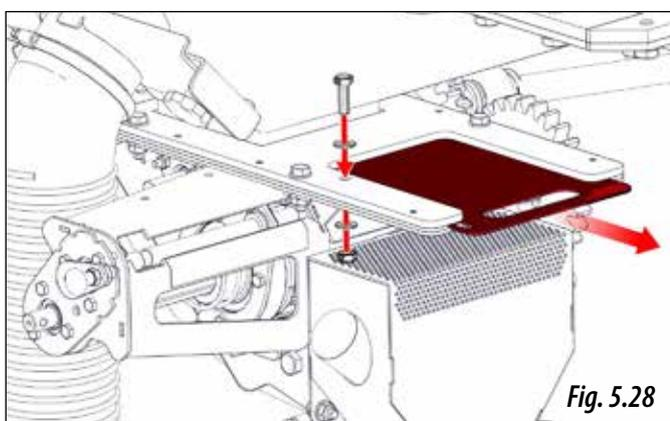

Fig. 5.28
- 3- Dès lors que le produit cesse de tomber des goulottes d'évacuation, ouvrir les portes à guillotine (figure 5.28).